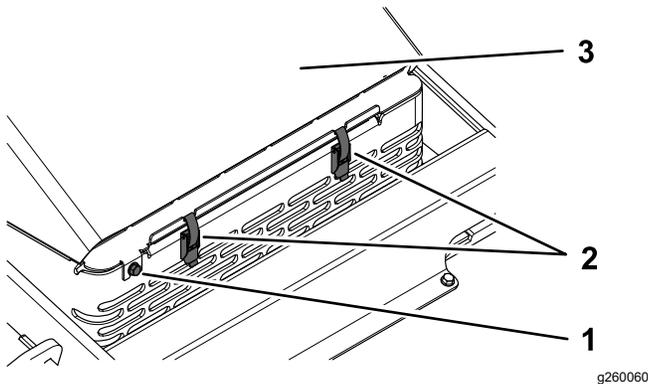

Рисунок 40
- Ослабьте запорный винт капота (Рисунок 40).
- Нажмите на капот вниз и удерживайте нажатым, чтобы отпустить 2 защелки (Рисунок 40).
- Поднимите капот, чтобы открыть его (Рисунок 40).
- Затяните запорный винт капота (Рисунок 40).